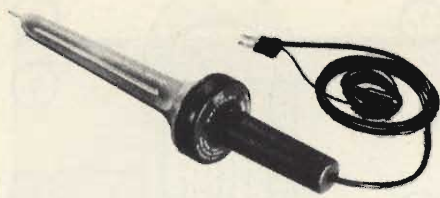

Fig. 8 - Esempio di sonda per alta tensione adatta per misure fino a 40 kV. Ha una resistenza d'ingresso di 1000 M. Divide la tensione d'ingresso per 1000.
triche su di una cinghia di tessuto gommato. Questa cinghia è trascinata da una puleggia inferiore (4) mossa da un motore, le cariche elettriche sono così trasportate da questa, attraverso una colonna (2) di dischi metallici isolati tra loro, alla puleggia superiore (3). Qui c'è un elettrodo cavo con delle punte che raccoglie le cariche elettriche e si carica ad alto potenziale. La colonna di dischi serve quindi ad isolare questo elettrodo da terra. Inoltre per evitare scariche attraverso l'aria, nell'interno della macchina, si racchiude tutto in un involucro metallico (1) in cui viene immesso del gas sotto pressione (aria o freon). Per misurare delle tensioni elevate si impiegano delle sfere metalliche come quelle della figura 7. La distanza tra le sfere alla quale scocca la scintilla determina la tensione in misura. Le sfere in questione hanno diametri che vanno da 5 cm ad un metro. Le sfere di maggior diametro vengono spostate da un motore. Ovviamente si tratta di sfere cave. Per tensioni attorno ai 40 kV si usano sonde come quella della fig. 8.